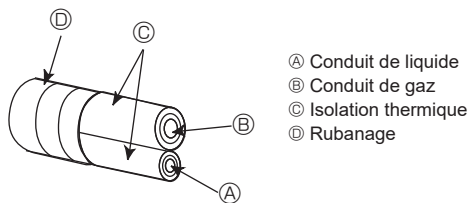
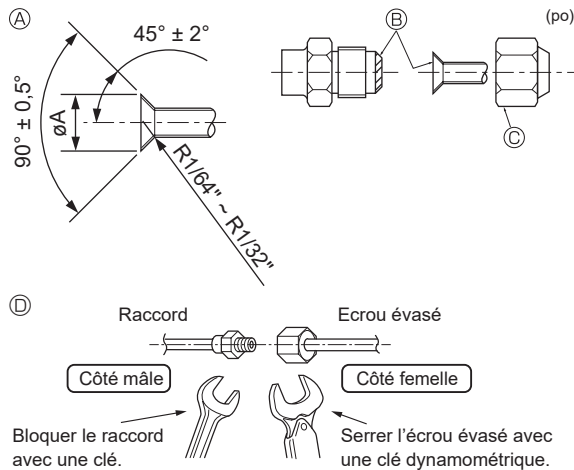

Fig. 4-5
Fig. 4-6
Ⓐ (Fig. 4-6)
4.3. Connexion des tuyaux (Fig. 4-5) (Fig. 4-6)
[Fig. 4-5]
[Fig. 4-6]